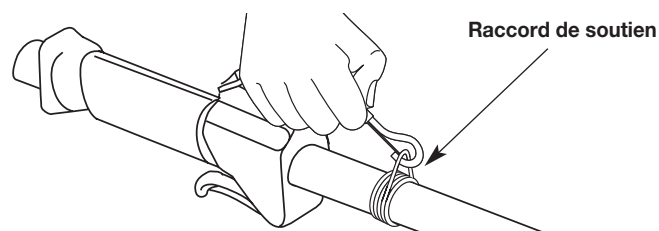

Fig. 4
3. Passez le harnais par-dessus la tête puis sur l'épaule. Accrochez-le au raccord de soutien (Fig. 4).